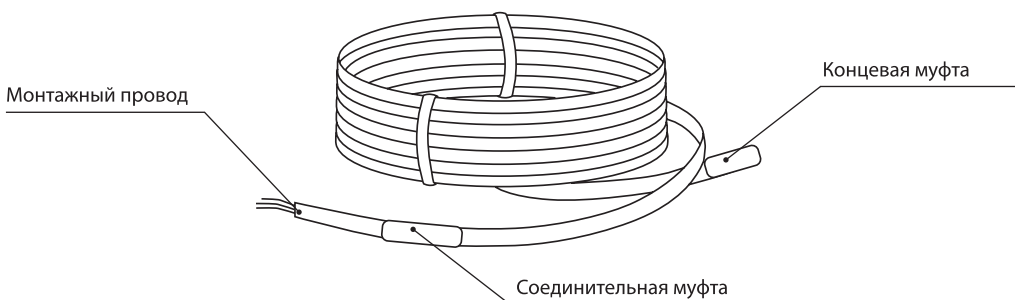

Рисунок 1. Устройство нагревательной секции
4.1. Нагревательная секция (рисунок 1) представляет собой конструкцию из экранированного двухжильного нагревательного кабеля, заглушенную с одной стороны